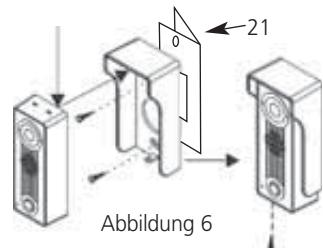

Abbildung 6
Schritt 1 Türrahmenmontage der Türklingelkamera. (Abbildung 6)
- o Wenn Sie die optionalen Eckhalter (21) angeschafft haben, so montieren Sie diese zuerst an den Rahmen und schrauben darauf den Sonnen-/Regenschutz mit den zum Eckhalter gelieferten Schrauben.
- Schieben Sie nun das Kabel durch das Bohrloch im Sonnen-/Regenschutz und durch den Türrahmen und montieren Sie die Kamera, indem Sie die Oberseite der Kamera in die Nocken des Sonnen-/Regenschutzes schieben (siehe Abbildung 6).